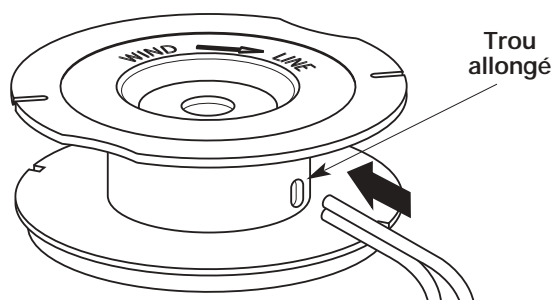

Fig. 14
7. Tenez ensemble les deux (2) morceaux de fil, extrémités au même niveau, et insérez-les dans le trou allongé du moulinet intérieur (Fig. 14). Seule une longueur de 1,3 cm (1/2 po) de fil peut pénétrer dans le trou. Ne forcez pas le fil dans le trou.
9. Découpez environ 3 m (10 pi) de fil neuf. Insérez une extrémité de fil dans le trou allongé du moulinet intérieur (Fig. 14). Seule une longueur de 1,3 cm (1/2 po) de fil peut pénétrer dans le trou. Ne forcez pas le fil dans le trou.